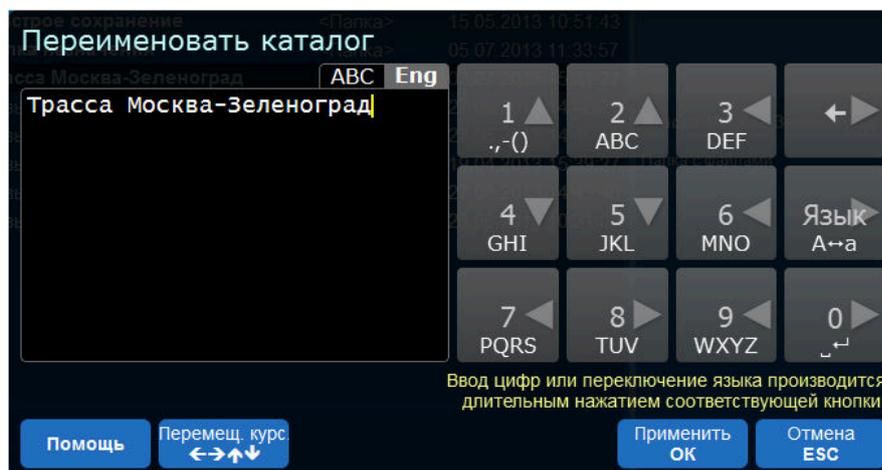

Рис. 38. Диалоговое окно ввода текстовой информации для переименования каталога
Отобразится диалоговое окно ввода текстовой информации «Переименовать каталог» (или «Переименовать файл») (рис. 38).
3. Введите новое наименование в диалоговом окне ввода текстовой информации (рис. 38).